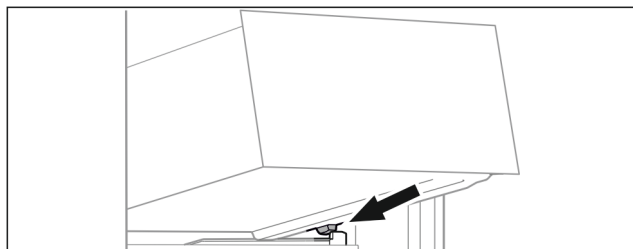

Fig. 69
- ▶ Поставете чекмеджето под ъгъл зад ограничителите върху реброто на съда. (виж Fig. 69)